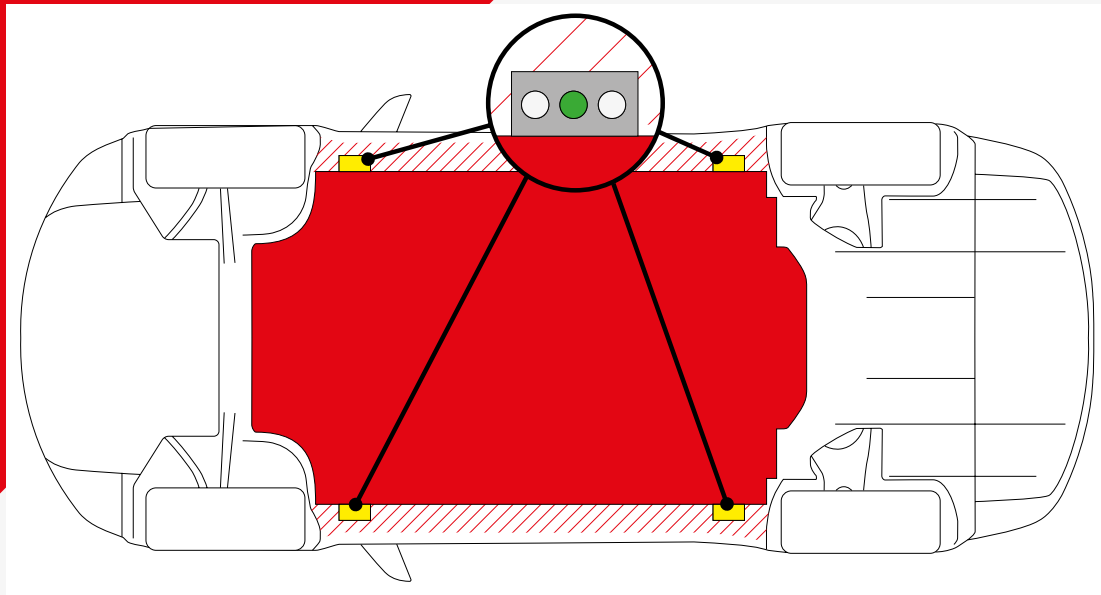

Abbildung 1
5. Abb. 1: Suchen Sie die entsprechenden Anbockpunkte am Fahrzeug (gelb dargestellt). Stellen Sie sicher, dass alle Punkte frei von Schmutz sind und setzen Sie die Adapter 173025 an den zentralen Stellen ein (wie in Grün markiert). Positionieren Sie die Auflagen der Hubarme unter den Adaptern, um Beschädigungen im Bereich der Hochspannungsbatterie zu vermeiden (rot markiert).